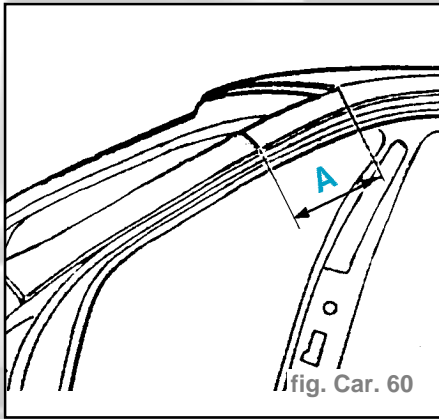

fig. Car. 60
- Définir la ligne de séparation sur l'auvent extérieur et la tracer. (fig. Car. 60).
**Attention :** Effectuer seulement la découpe de l'auvent extérieur en suivant la ligne tracée sur l'auvent (fig. Car. 60).
**Attention :** Effectuer seulement la découpe du renfort d'auvent en suivant la ligne tracée sur l'auvent (fig. Car. 60 et 64)
- 1 = ligne de découpe pour l'auvent extérieur, déjà découpée, côte (A) = 240 mm
- 2 = ligne de découpe pour l'auvent extérieur et renfort d'auvent, côte (B) = 290 mm.
**Attention :** S'il est également nécessaire de remplacer en même temps l'auvent intérieur, il faut alors découper sur la ligne côte (B) = 290 mm à la fois l'auvent extérieur le renfort d'auvent et l'auvent intérieur.